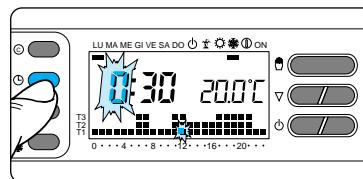

Fig. 19
- 3.4** - Premere il pulsante \ominus (fig.19).